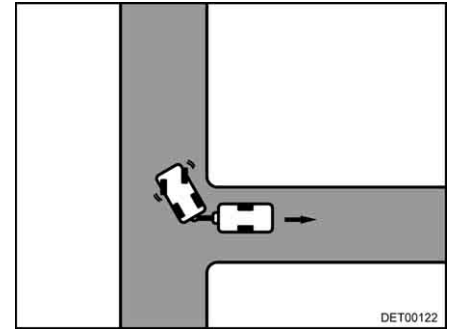

Bild 20 Rechts einschlagen
- Nach rechts einschlagen und vorsichtig rückwärts fahren (Bild 20).